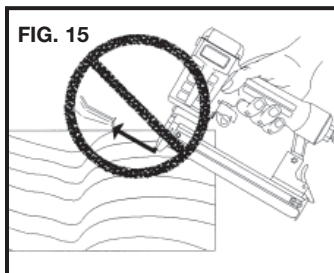

FIG. 15
23. **Coloque os prendedores somente na superfície de trabalho; nunca em materiais que sejam duros demais para serem penetrados.** Fig. 15.
25. **Não dispare prendedores sobre outros prendedores ou com a ferramenta em um ângulo inclinado demais, pois os prendedores podem ricochetear causando ferimentos.** Fig. 15.